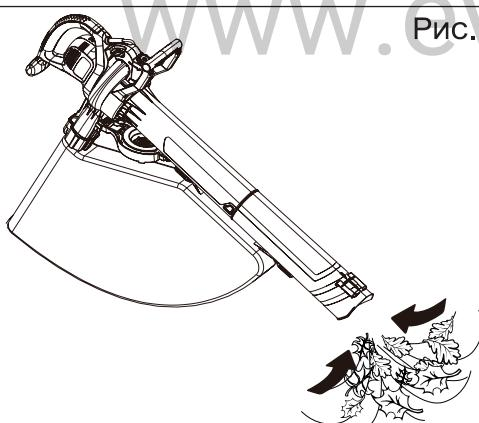

Рис.17
- Крепко удерживая пылесос, выполните размашистое движение для сбора мусора. Отходы попадают в мешок. Такие предметы, как листья и небольшие ветки, будут измельчаться при прохождении через воздуходувку. Для продления срока службы мешка и повышения производительности, рекомендуется чаще опорожнять мешок. (Рис.17).